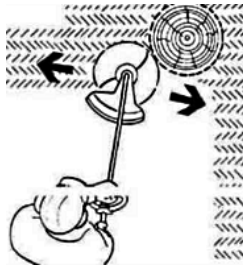

Рисунок 12
4.3.6 Не допускайте стику катушки і тримерної жилки з дротами огорож, камінням, бордюрами, твердим покриттям доріжок і подібних предметів, для запобігання передчасного зносу (вкорочення) тримерної жилки, пошкодження катушки та появи травм. Не допускайте торкання працюючим інструментом стовбурів дерев, чагарників та інших насаджень для запобігання їх пошкодження (рис.12).